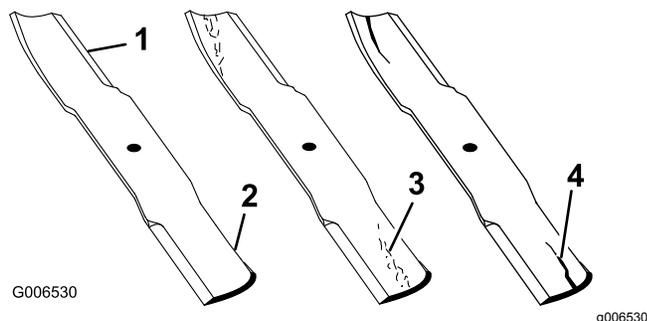

Figura 45
1. Inspeccione los filos de corte (Figura 45). Si los bordes no están afilados o tienen mellas, retire las cuchillas y afílelas; consulte Cómo afilar las cuchillas.
2. Inspeccione las cuchillas, especialmente la parte curva (Figura 45). Si observa daños, desgaste o la formación de una ranura en esta zona (elemento 3 en la Figura 45), instale inmediatamente una cuchilla nueva.